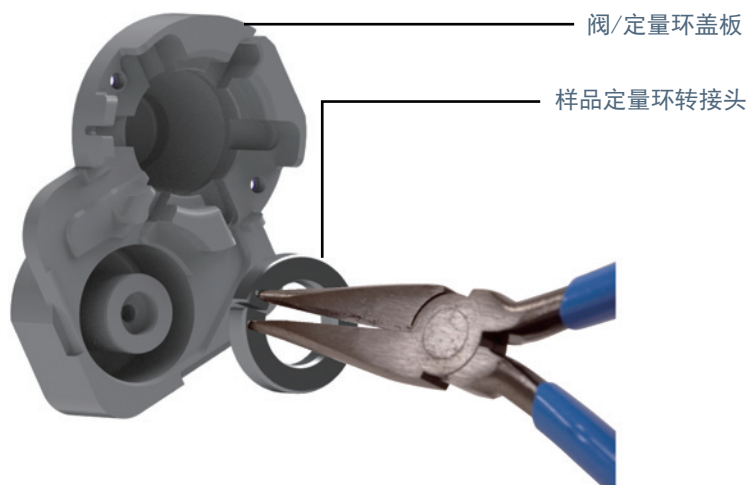

图 22. 从阀 / 定量环盖板上卸下样品定量环转接头（所示为 G4556-20178）
- a 使用尖嘴钳在图 22所示的位置夹住样品定量环转接头。
- b 捏住尖嘴钳，然后从块或盖板中轻轻拖出样品定量环转接头，如图 22所示。